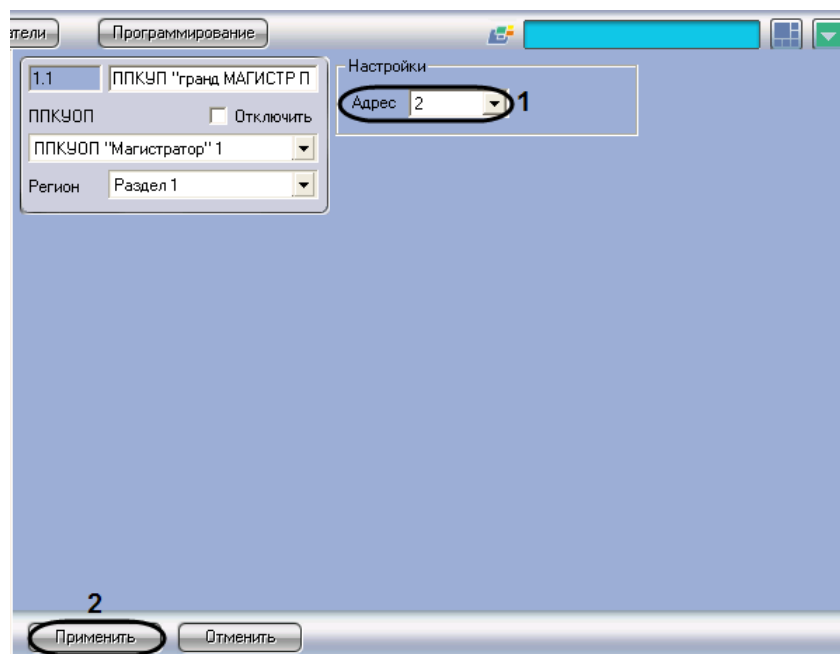

Рис. 3.7-2 Настройка прибора Гранд МАГИСТР ПУ
1. Перейти на панель настройки объекта **ППКУП "Гранд МАГИСТР ПУ"** (см. Рис. 3.7-2).
2. Из раскрывающегося списка **Адрес** выбрать адрес прибора *Гранд МАГИСТР ПУ* в системе *Магистратор* (см. Рис. 3.7-2, **1**).
3. Для сохранения внесенных изменений в базе данных ПК *Интеллект* нажать кнопку **Применить** (см. Рис. 3.7-2, **2**).